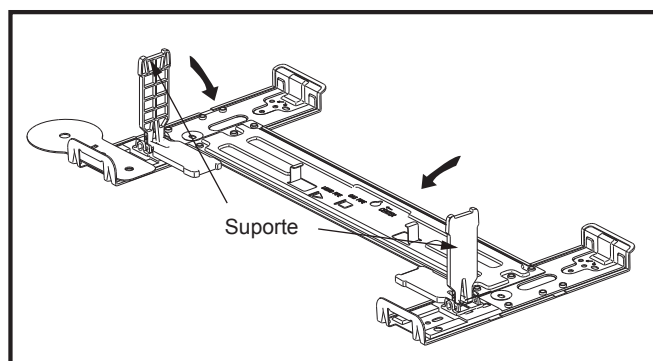
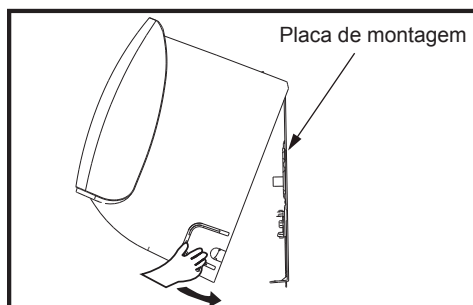

Fig. 18
Fig. 19
- 7) Feche os dois suportes da placa de montagem da parede mostrados na Fig. 18. Em seguida, mova a unidade de passo a passo para realizar a melhor instalação, em seguida, pressione a unidade para as 2 ranhuras abaixo (fig.19).